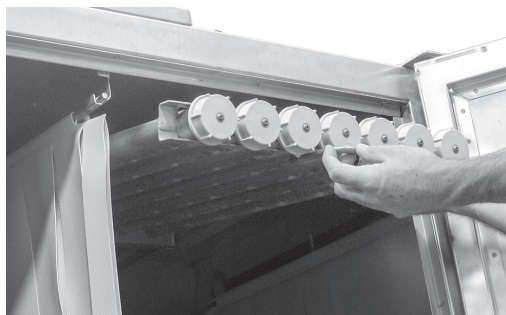

Fig. 3
- Tous les bras de lavage supérieurs et inférieurs doivent être installés correctement à chaque section de l'appareil. Assurez-vous que tous les embouts des bras de lavage sont correctement installés et fermement serrés (Fig. 3 et 4).